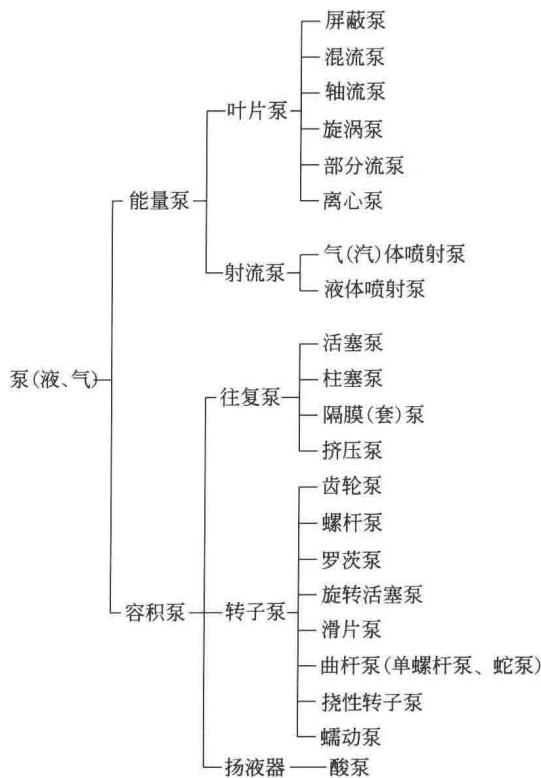

图 1-1 泵分类框图
(1) 能量泵 依靠速度(动能)来传输流体的泵(或风机)，如离心泵、旋涡泵等。
(2) 容积泵 利用活塞或转子将一定体积的流体，周期性的一个容积一个容积的进行传输的泵，详细分类如图1-1所示，如柱塞泵、齿轮泵、往复泵等。